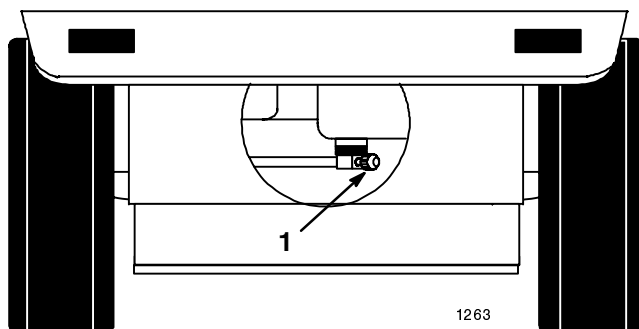

Figure 29
2. Fermez le robinet d'arrivée d'essence sur le réservoir (Fig. 29).
7. Ouvrez le robinet d'arrivée d'essence sur le réservoir (Fig. 29).